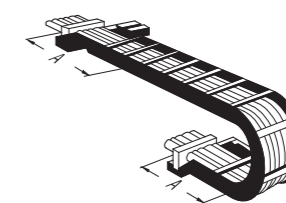

Bild 1
- Befestigen Sie die Leitungen an beiden Enden der Kette (→ Bild 1).